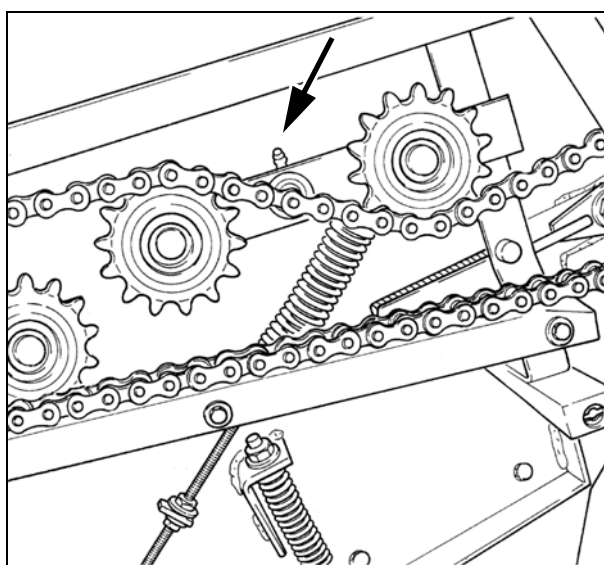

Рис. 24
**18. Цепной привод жатки - Рис. 24**